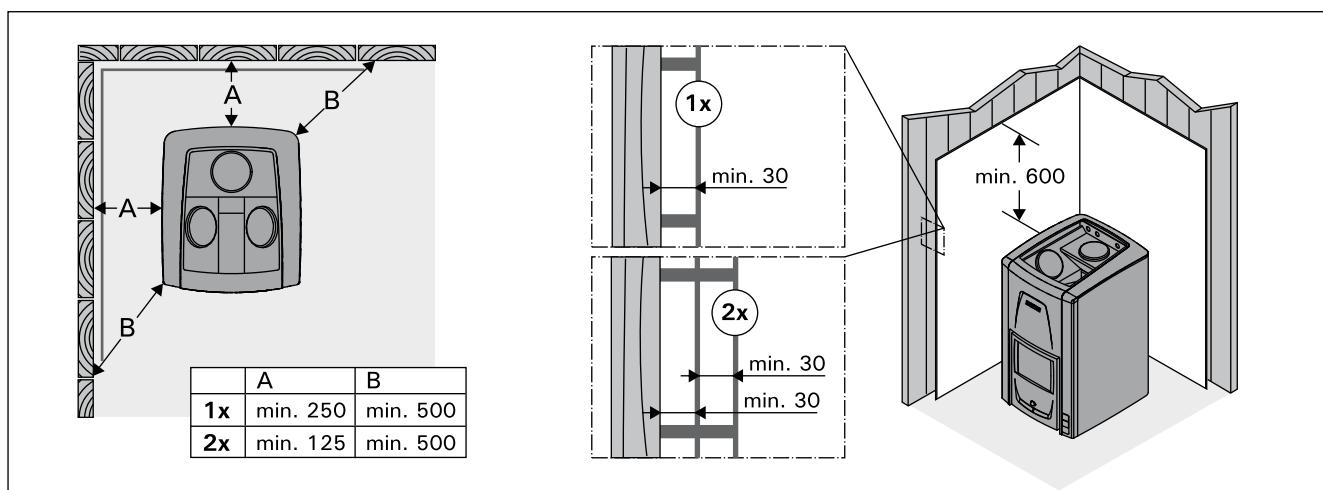

Рисунок 9. Защитные покрытия (все размеры приведены в миллиметрах)
- Одинарное защитное покрытие (рисунок 9: 1x) допускается изготавливать из негорючих плит из фиброкерамики (минеральная плита) с минимальной толщиной 7 мм или листового металла толщиной не менее 1 мм.
- Двойное защитное покрытие (рисунок 9: 2x) можно изготовить из двух плит, указанных выше.